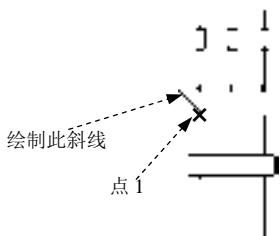

图 17.10.12 绘制直线 (二)
② 用 **绘图** (D) → **直线** (L) 命令绘制两条竖直线，将图 17.10.12 所示的中间部分封闭起来。
③ 绘制图 17.10.12 所示的斜线。选择下拉菜单 **绘图** (D) → **直线** (L) 命令，选取点 1 为直线的起点，输入坐标值 (@16<145) 后按两次 Enter 键，完成图中斜线的绘制。